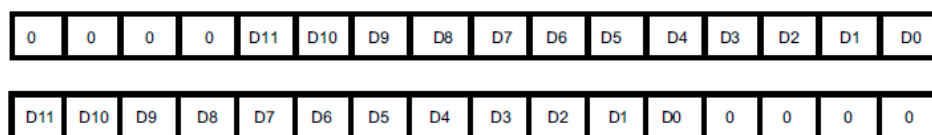

Figura 6 – Alinhamento dos dados armazenados: à direita (imagem superior); à esquerda (imagem inferior).
O software pode modificar a resolução da conversão escrevendo nos bits RES[1:0] no registrador CR1, entretanto, o registrador do resultado da conversão (DR) tem 16 bits. O bit ALIGN no registrador CR2 seleciona o alinhamento dos dados armazenados após a conversão. Os dados podem ser alinhados à direita ou à esquerda, como mostrado na Figura 6. Portanto, apenas doze bits são significativos.